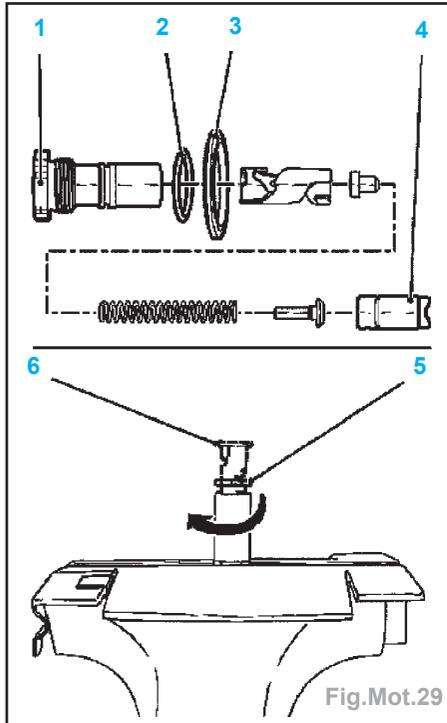

Fig.Mot.29
**Impératif** : le repère argenté (3) doit être placé sur le repère «EXH» (4) de la roue à chaîne de l'arbre à cames d'échappement. Tourner l'arbre à cames d'échappement au niveau du six pans, jusqu'à ce que le pignon d'échappement s'insère.
- Tendeur de chaîne (Fig.Mot.29) :
- extraire le piston (4) du carter (1), tendre le piston au quatre pans dans un étau, bloquer le piston intérieur (6) au dernier cran (5) en le tournant à droite et placer le piston dans le carter.